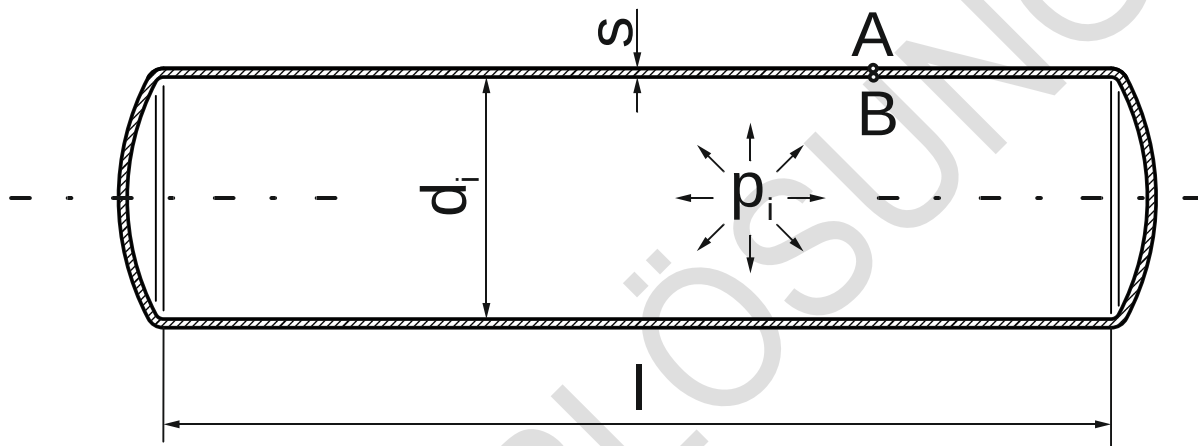

Abbildung 2.1: Treibstofftank aus AlZn5,5MgCu
In einem rohrförmigen Behälter aus der Aluminiumlegierung 7475 (AlZn5,5MgCu) wird gasförmiger Treibstoff gelagert (siehe Abbildung 2.1). Der Tank hat einen Innendurchmesser von $d_i = 300\text{mm}$, eine zylindrische Länge von $l = 1200\text{mm}$ und eine Wandstärke von $s = 2\text{mm}$.
- a) Der Tank wird mit gasförmigem Treibstoff mit einem Überdruck von 20 bar gefüllt. Berechnen Sie die Längsspannungen σ_l , die Radialspannungen σ_r und die Umfangsspannungen σ_u an den Punkten A (Rohraußenseite) und B (Rohrinnenseite), siehe Abbildung 2.1. Ist diese Belastung mit Sicherheit ertragbar? Verwenden Sie gegebenenfalls die Gestaltänderungsenergiehypothese (GEH).
- c) Bei einer anderen Anwendung wurden am Tank die folgenden Spannungen am Punkt A (siehe Abbildung 2.1) numerisch ermittelt: $\sigma_l = 50\text{MPa}$, $\sigma_u = 100\text{MPa}$ und $\sigma_r = 0\text{MPa}$. Um wie viel verlängert sich bei dieser Belastung der zylindrische Teil des Behälters?